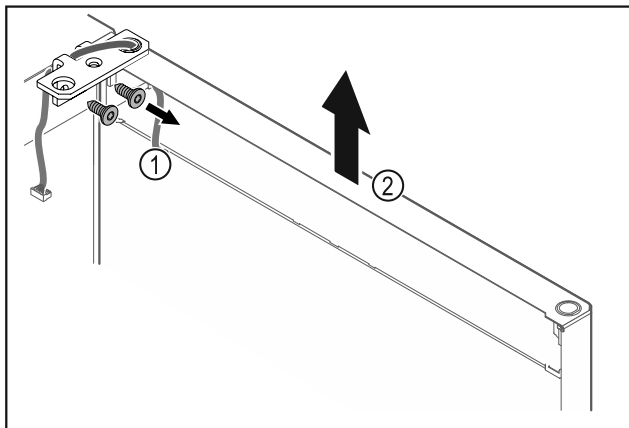

Fig. 28
- ▶ Lironi vidat e profilit të menteshës Fig. 28 (1).
- ▶ Ngrini drejt lart derën së bashku me profilin e menteshës Fig. 28 (2) rreth 200 mm dhe hiqeni.